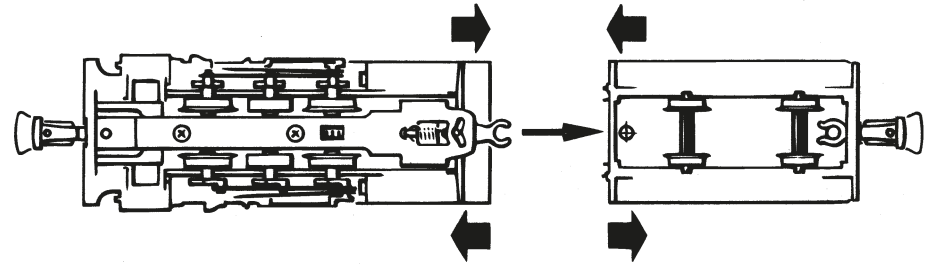

Fig. 4
### Mehrzugbetrieb: (Fig 4)
**Zusammenbau:** Bitte achten Sie beim Zusammenbau auf die richtige Lage der Kontakte (Fig. 4).
### **Running in digital mode:** (Fig 4)
**Assembly:** During assembly please take care of correct position of contacts (Fig. 4).
**Exploitation en télécommande multi-trains:** (Fig 4) Nous vous conseillons de faire installer un décodeur conforme aux données techniques de votre système de commande par un détaillant agréé ou un atelier compétent. En cas de pannes au niveau de la locomotive-même (donc pas au niveau de décodeur) à vérifier en usine à titre de réparation normale ou à titre de garantie, un décodeur **avant** d'expédier le modèle au Service Après-Vente ROCO. Les usines ROCO déclinent **toute** responsabilité ou garantie pour des décodeurs installés comme il s'agit de composants de fabrication autre que ROCO et rapportés au modèle après sa sortie.
**L'assemblage:** Lors de l'assemblage **veillez veiller à la position correcte des lames de contact** (voir Fig. 4).